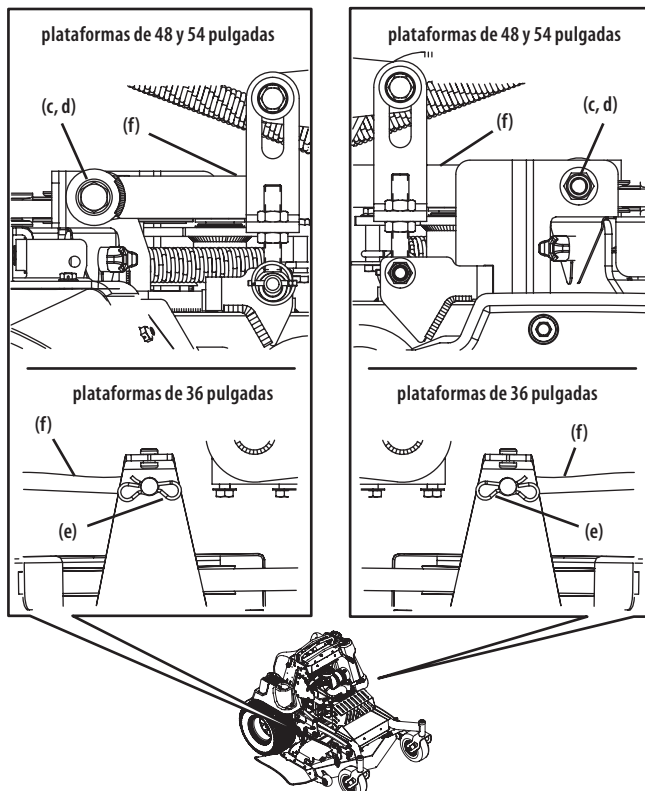

Figura 34
- Extraiga los tornillos de cabeza hexagonal (g) las tuercas de seguridad con brida (h) que sujetan las varillas de control frontal de la plataforma (i) a la plataforma. Consulte la Figura 34.